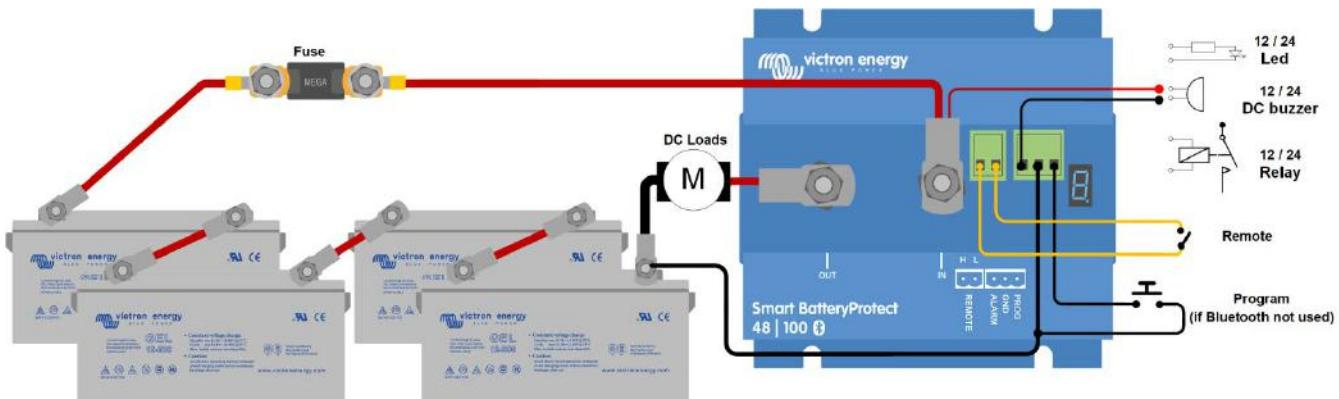

Bild 1 Kopplingsschema för SBP 48|100
- En sumer, en LED eller ett relé kan kopplas mellan larmutgången och batteriets positiva pol (se bild 1). Maximal belastning på larmutgången: 50 mA (kortslutningssäkrad).